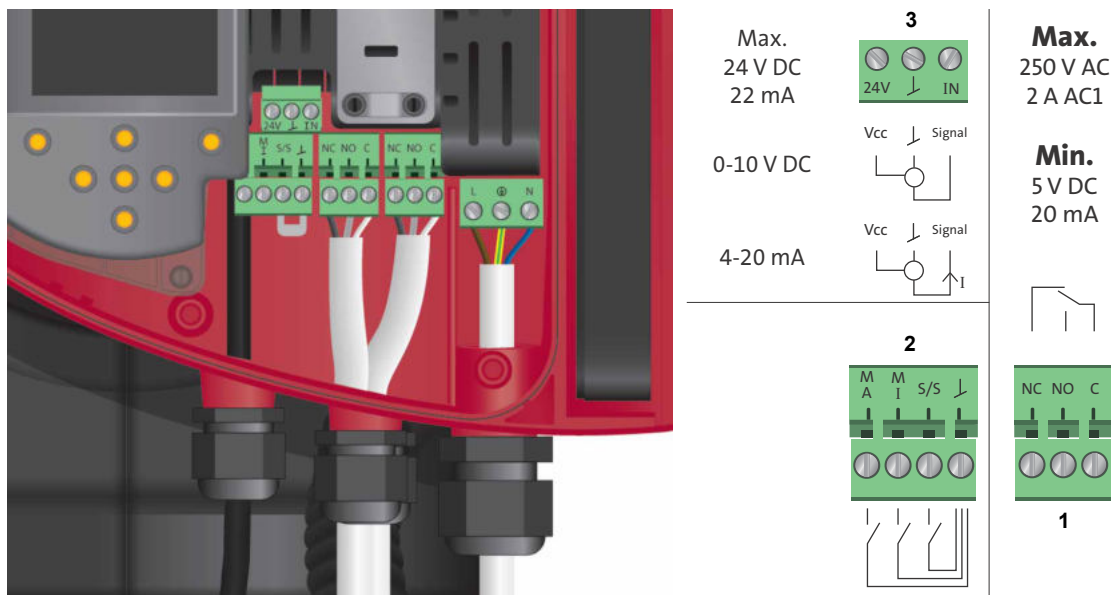

Fig. 10 Diagrama de ligações
Consulte a fig. 10, pos. 1.
Consulte a fig. 10, pos. 2.
Consulte a fig. 10, pos. 3.